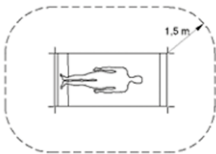

Fig. 5
Montez le Wall Charger CW1 (1) de manière à ce que l'alimentation électrique (4) soit facilement accessible et puisse être facilement débranchée. La LED indique la disponibilité opérationnelle de l'alimentation électrique (4). L'indicateur de contact (2) s'allume brièvement en bleu lorsque la fiche d'alimentation est branchée sur le secteur et que le Wall Charger CW1 (1) est opérationnel. Pour éteindre le Wall Charger CW1 (1), il suffit de débrancher l'alimentation électrique (4) du secteur. Le Wall Charger CW1 (1) est destiné à être installé et utilisé dans des zones médicales en dehors de l'environnement du patient (au moins à 1,5 mètre du patient ou de son accompagnateur conformément à la norme CEI 60601-1, voir fig. 5).